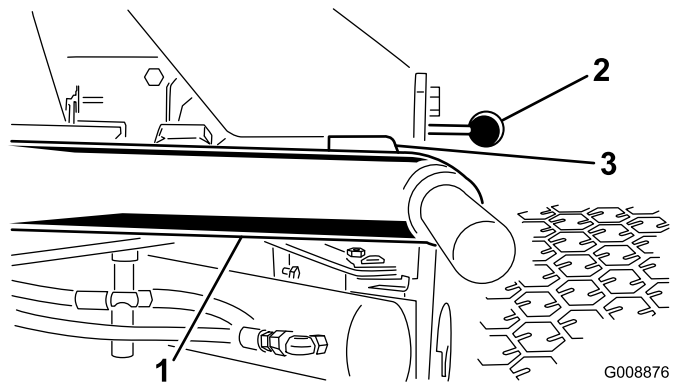

図 11
1. エンジンを始動し、昇降アームを上昇させて、各昇降アームとフロアプレートブラケットとの距離が、5-8 mm になっていることを確認する 図 11。